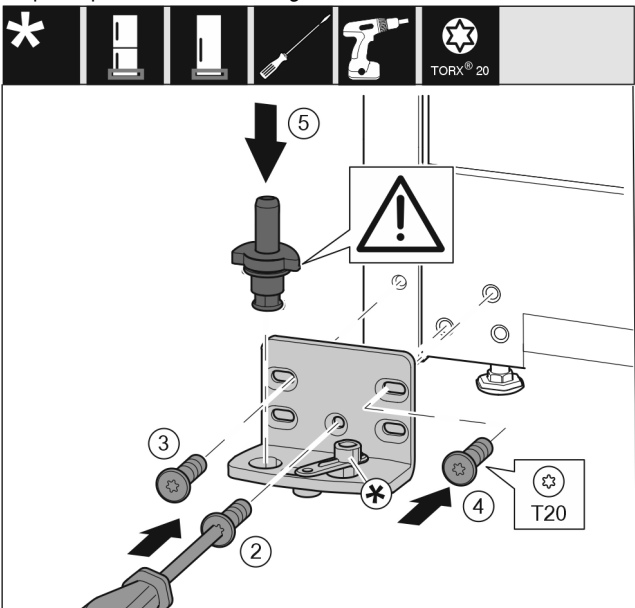

Fig. 14
- ▶ Vendosni bazamentin mbështetës në anën tjetër dhe mbërthejeni me ndihmën e një kaçavide T20. Filloni me vidën 2 poshtë në mes. Fig. 14 (2)
- ▶ Mbërtheni fort vidën 3 dhe 4. Fig. 14 (3,4)
- ▶ Vendosni komplet në vend bazamentin mbështetës. Këtu bëni kujdes që gungat e kapjes të jetë të kthyer nga poshtë. Fig. 14 (5)